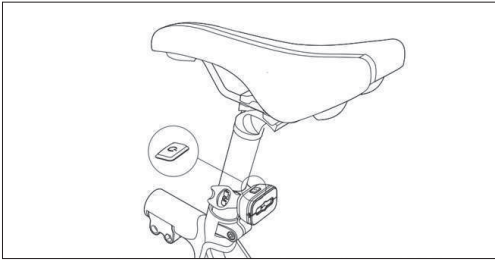

Figure 9-2
- Montez le feu arrière sur le tuyau de la selle, comme indiqué dans [Figure 9-2].